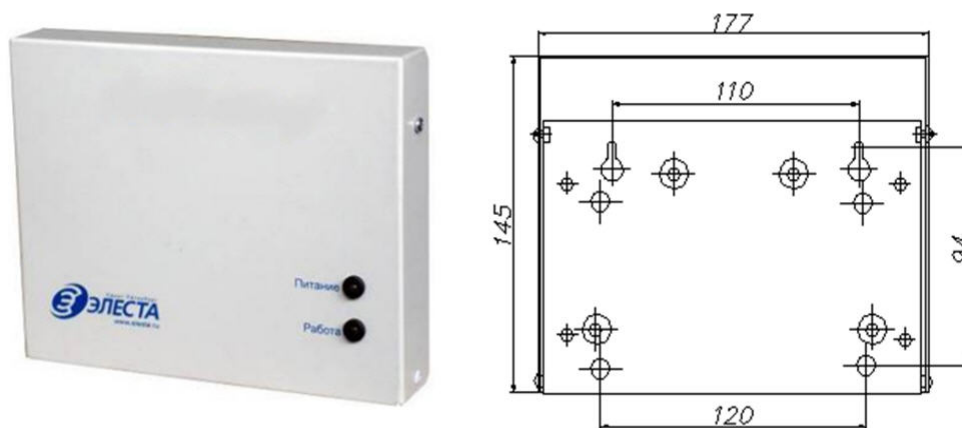

Рисунок 2. Установочные размеры.
Для обеспечения монтажа на основании конвертора предусмотрены крепёжные отверстия и проёмы для ввода проводов внешних подключений (см. рис. 2).
- 2) Завернуть в стену два шурупа по установочным размерам (рис. 2).